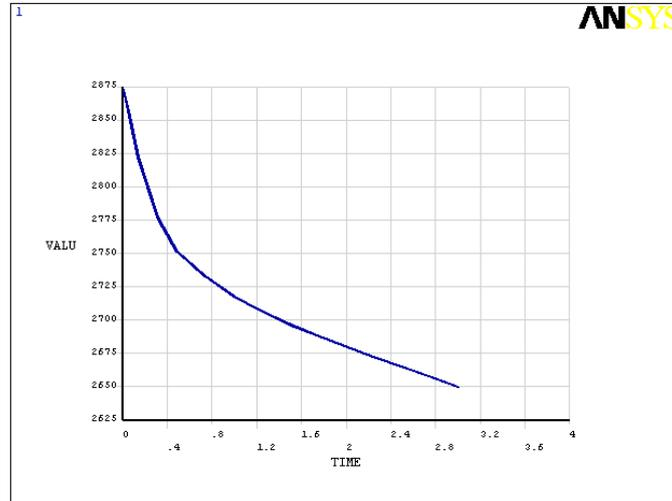

图11.41 温度随时间的变化曲线
(28) 单击 Main Menu>Solution>Solve>Current LS 菜单，进行求解。
(29) 求解完成后，单击 Main Menu>Timehist Postproc 菜单，弹出【Time History Variables】对话框，单击  按钮定义节点 204 的温度结果为变量。选中此变量，单击  按钮，显示变量随时间的变化曲线，如图 11.41 所示。